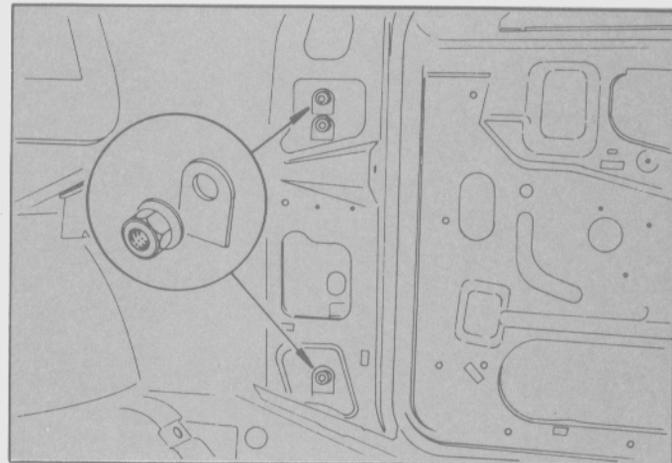

Fig. 174
- Trabajando desde el interior retirar las tuercas y las placas de refuerzo de los tornillos de las bisagras. (Fig. 174).